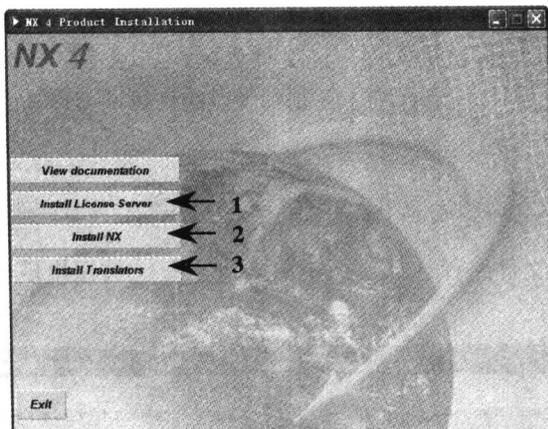
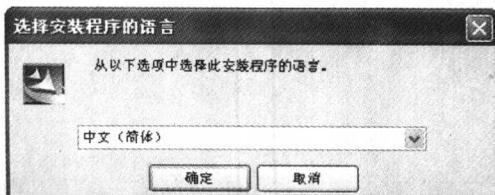

图 1-1 安装程序选择界面
图 1-10 安装程序语言选择界面
(3) 光盘放进光驱后会自动运行,然后出现如图 1-1 所示的安装程序选择界面,按顺序进行 UG NX 4 软件的安装。
(1) 完成服务程序的安装后,开始安装 UG NX 4 运行程序,在图 1-1 安装程序选择界面中选择 Install NX 选项,进入安装程序的语言选择界面,如图 1-10 所示。